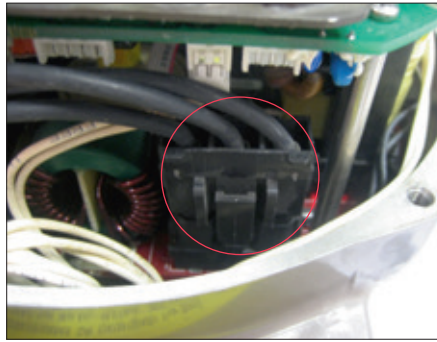

Abb. 17
- Ziehen Sie das 3-polige Stromversorgungskabel von der Stromversorgungsplatine ab (Abbildung 17).